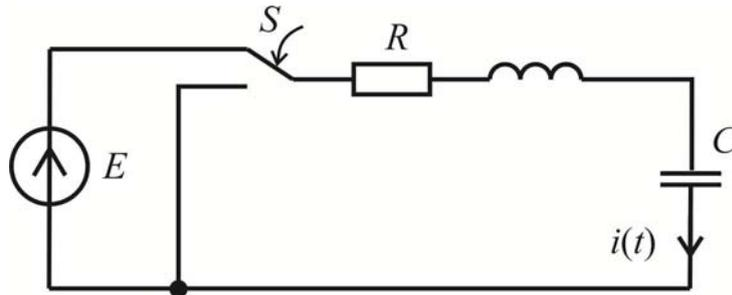

Рисунок 3
– *RLC*-схема замещения цепи в случае разряда конденсатора, предварительно заряженного от источника постоянного напряжения  $E$ , на катушку индуктивности (с параметрами  $R$  и  $L$ ) (рисунок 3);